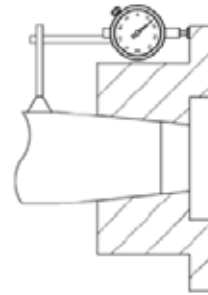

Figura 4 - Ejemplo de posicionamiento de indicador para medicion de axial.
- 7.5. Instale el indicador para leer el avance del cubo sobre el eje, tal como Figura 4. Alternativamente, el indicador puede instalarse para hacer contacto con la cara del cubo. Ponga el indicador en "cero".